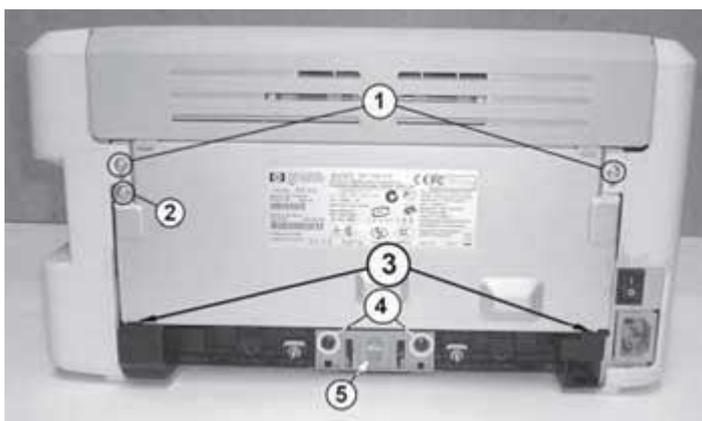

Рис. 2. Винты крепления боковых и задней крышек
4. Располагают принтер задней стороной к себе и откручивают винты крепления боковых (рис. 2, поз. 1) и задней (поз. 2) крышек.
10. Располагают заднюю металлическую крышку вертикально, перемещают ее вверх до выхода пазов из фиксаторов (рис. 2, поз. 3) и снимают ее с принтера.